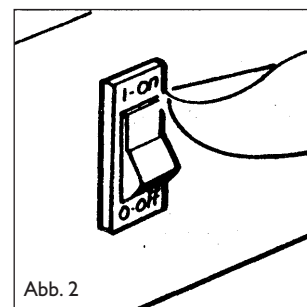

Abb. 2
- Den Schalter des Lüfters in Stellung I bringen und sich versichern, daß der Lüfter läuft. (Abb. 2)